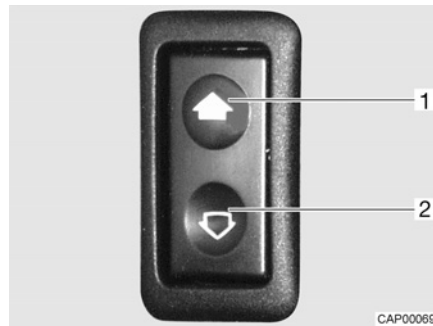

Fig. 13 Interrupteur (lève-vitre électrique)
- Ouvrir :* ■ Appuyer sur le bas de l'interrupteur (Fig. 13,2).
- Fermer :* ■ Appuyer sur le haut de l'interrupteur (Fig. 13,1).